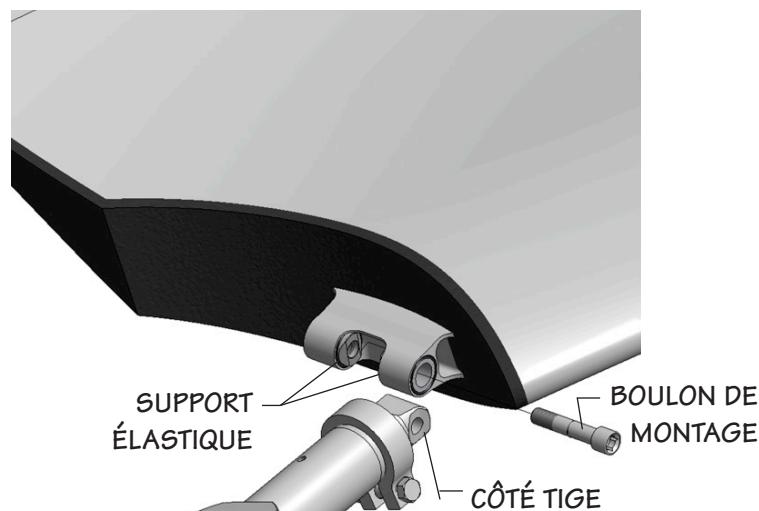

Figure 2
- 3—Installez une pale en orientant le bord de fuite vers le haut. Nettoyez toutes les saletés ou traces de graisse du côté tige et des surfaces des supports élastiques. Alignez le trou du côté tige sur les trous des supports élastiques et insérez le boulon de la pale, d'abord dans le support élastique avec la gorge pouvant accueillir la tête de boulon, puis dans le trou du côté tige. Voir la **Figure 2**. Vissez légèrement le boulon dans le deuxième support élastique. Une clé dynamométrique $\frac{3}{4}$ in à rallonge courte peut être utile. Le boulon de montage de la pale est livré avec les filetages et la face conique graissés en usine. **Ne retirez pas la graisse du boulon.**